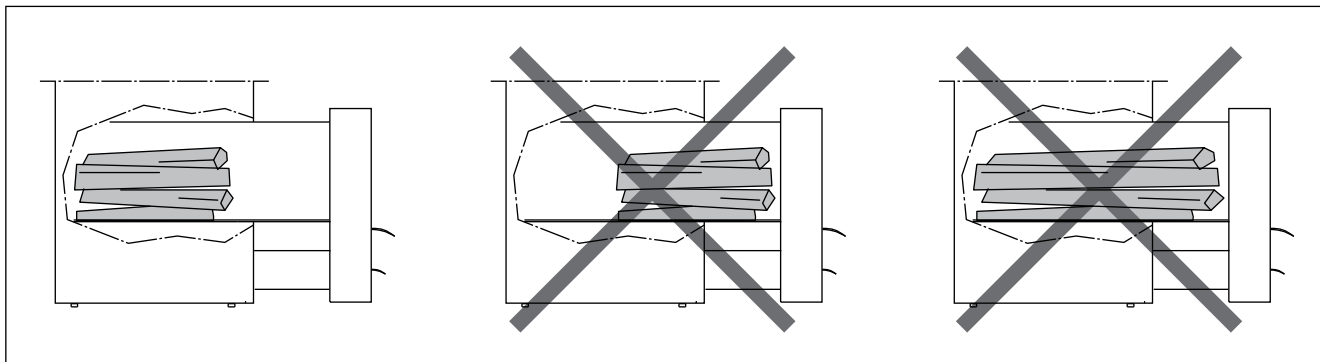

Рисунок 3.
2. Заложите дрова в топку так, чтобы между ними мог свободно циркулировать воздух, поступающий в топку. Самые крупные дрова положите вниз, а более мелкие - вверх. Используйте поленья диаметром 8–12 см. (Учитывайте объем закладки для розжига, таблица 2.) **Кладите дрова на колосник в заднюю часть топки. Не допускайте горения дров в топочном тоннеле. Избегайте использования слишком длинных поленьев, которые помещаются в топке с трудом (рисунок 3).**